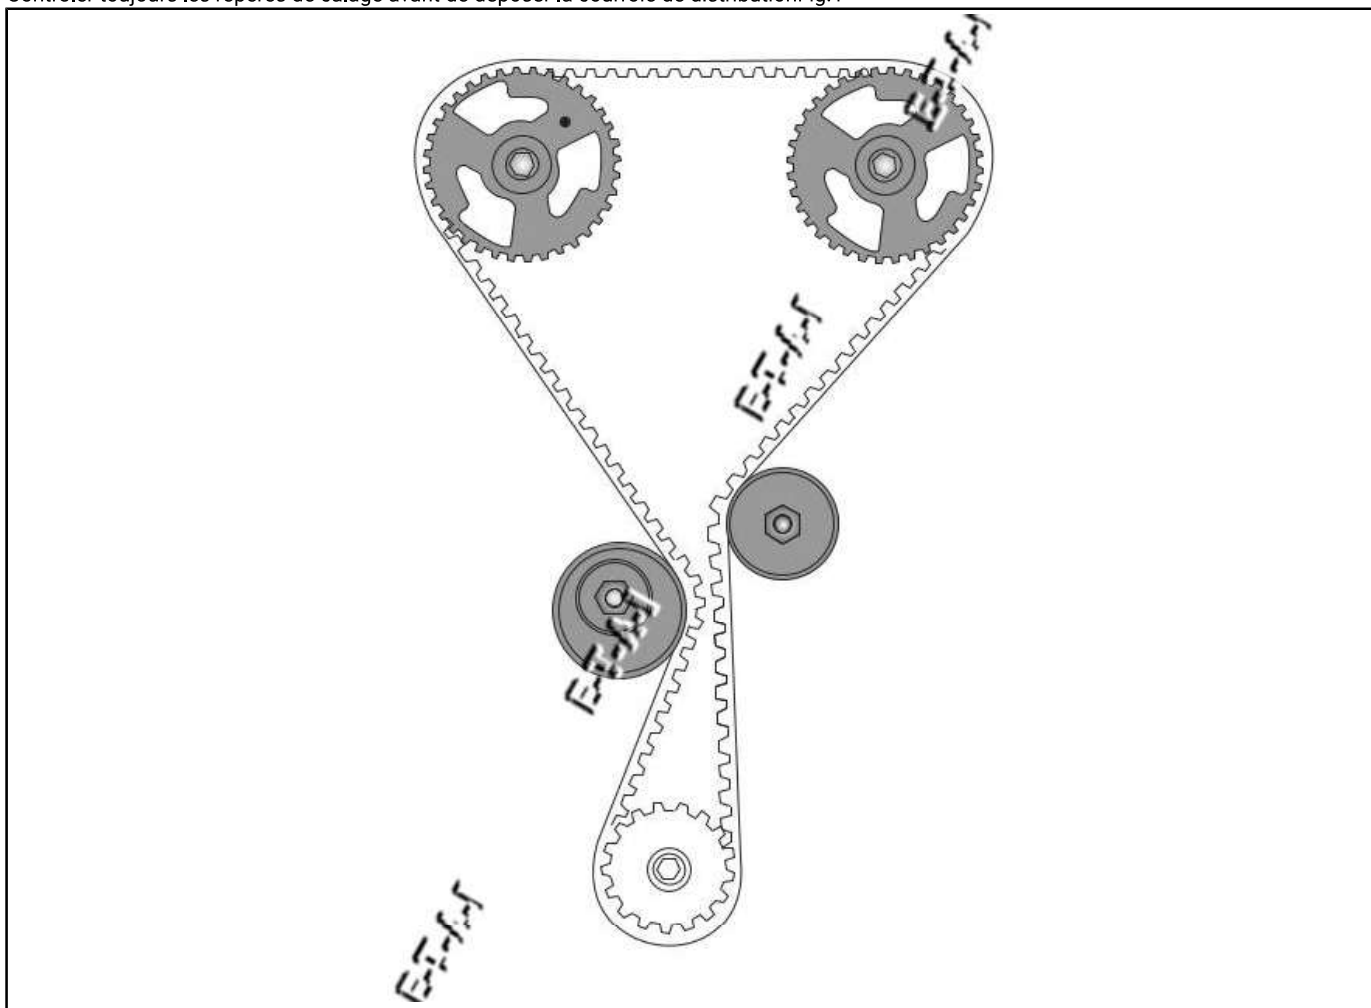

Fig.1
- Contrôler toujours les repères de calage avant de déposer la courroie de distribution Fig.1